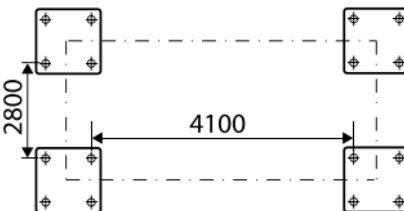

Рисунок 5 - Установочные размеры
- Установите главную колонну, к которой крепится силовая установка, расположите остальные колонны относительно неё, придерживаясь установочных размеров, (рис. 5). Не рекомендуется сразу устанавливать колонны на анкерные крепления, т.к. возможны небольшие отклонения от размеров, которые необходимо скорректировать при сборке.